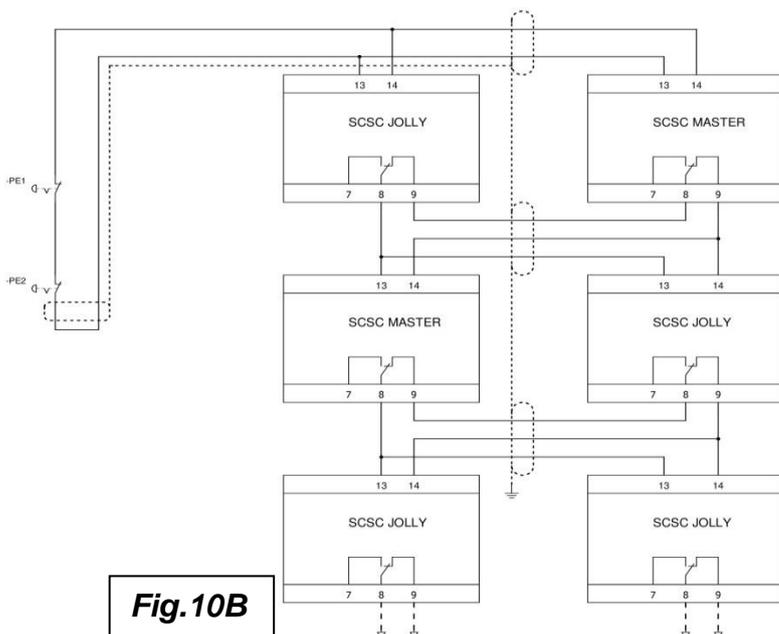

Fig.10B
- Usare i morsetti 8 - 9 come pulsanti di emergenza per azionare lo sgancio con altri dispositivi in parallelo. Vedi Schema Fig. 10B – 10D a Pag.8
Lo schema **Fig.10B**, mostra lo sgancio generale di 6 dispositivi. Per ridurre il carico sulla linea pulsanti vengono attivati solo 2 dispositivi i quali agiscono su 2 altri dispositivi tramite i contatti **-NC-** dei relè interni **K2** “morsetti 8 – 9” che fungendo da pulsanti attivano il comando di sgancio agli apparecchi che seguono.